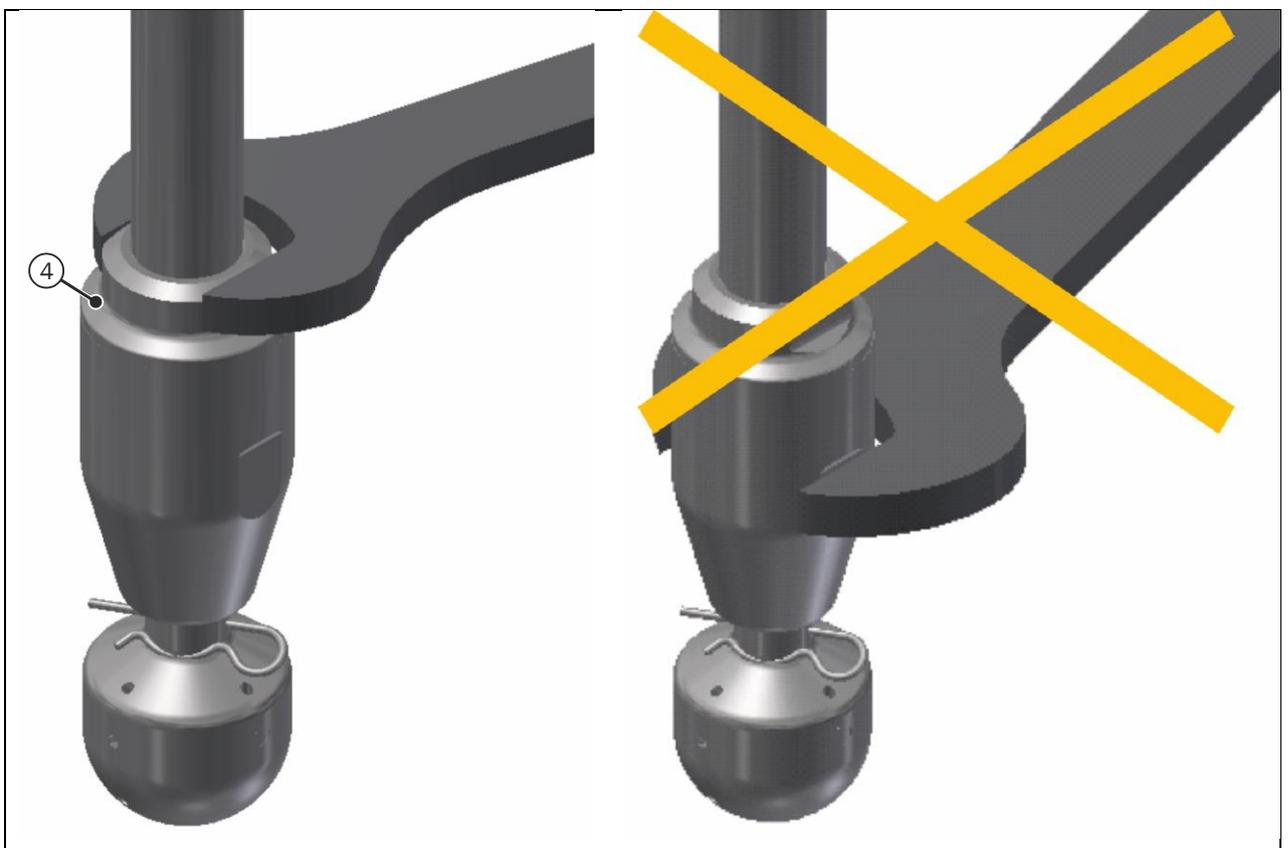

Abbildung 5.2-8: Montage Gewindeanschluss
- Nur Schlüssel­fläche am Anschlussdeckel zum An- und Abschrauben des Gerätes am Rohr für die Medienzufuhr verwenden (siehe Abbildung 5.2-8: Montage Gewindeanschluss).
3. Gewindeverbindung Anschlussdeckel – Rohr wie in Abbildung 5.2-8 dargestellt mit einem Maul- oder verstellbaren Zangenschlüssel fest anziehen.